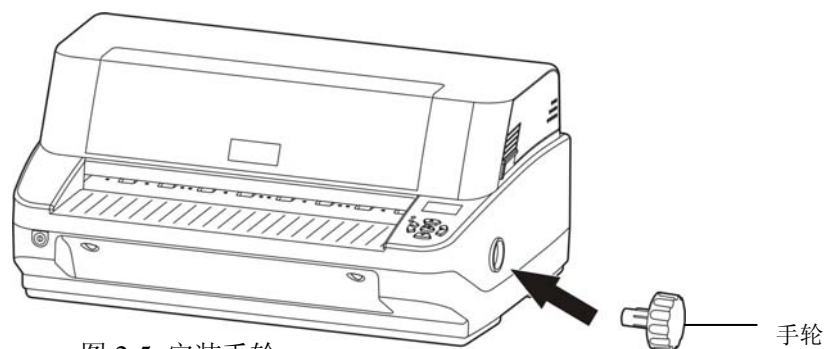

图 2-5 安装手轮
1. 将手轮插入打印机右侧的安装孔中（如图 2-5 所示）。